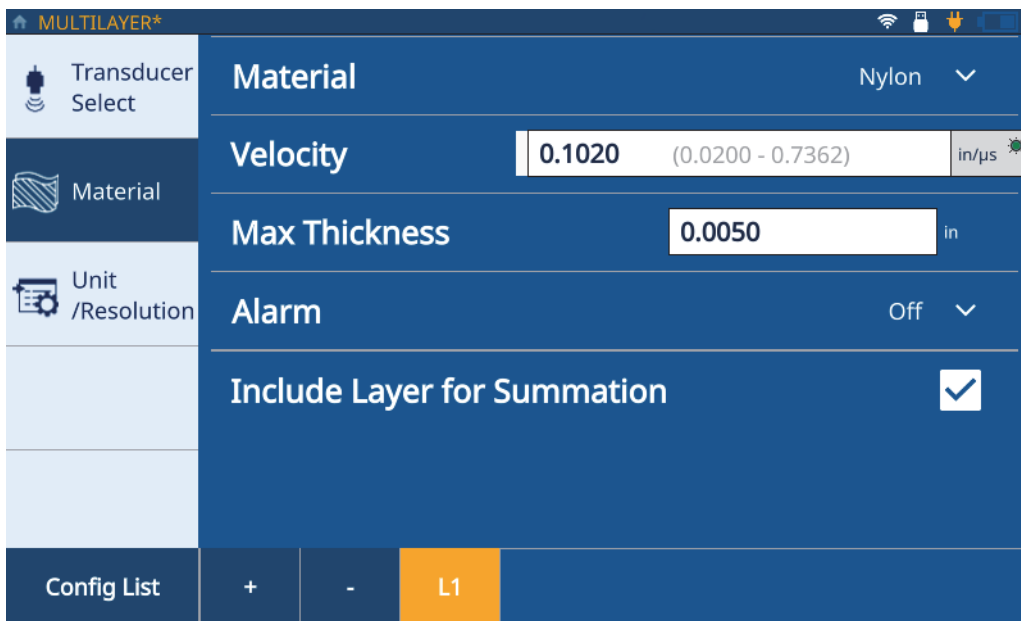

图 2-5 多层材料选项卡
8. 点击**Material**（材料）选项卡（参见第20页的图 2-5，其中L1代表第一层），然后从下拉列表中选择您的材料。测厚仪会根据所选材料自动更新声速。